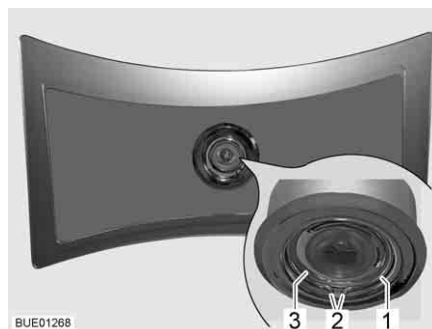

Fig. 206 Lampada a soffitto
- Premere la rondella (Fig. 206,1) sulle sue due estremità (Fig. 206,2) e rimuoverla.
- Estrarre l'involucro (Fig. 206,3) con LED dalla lampada.